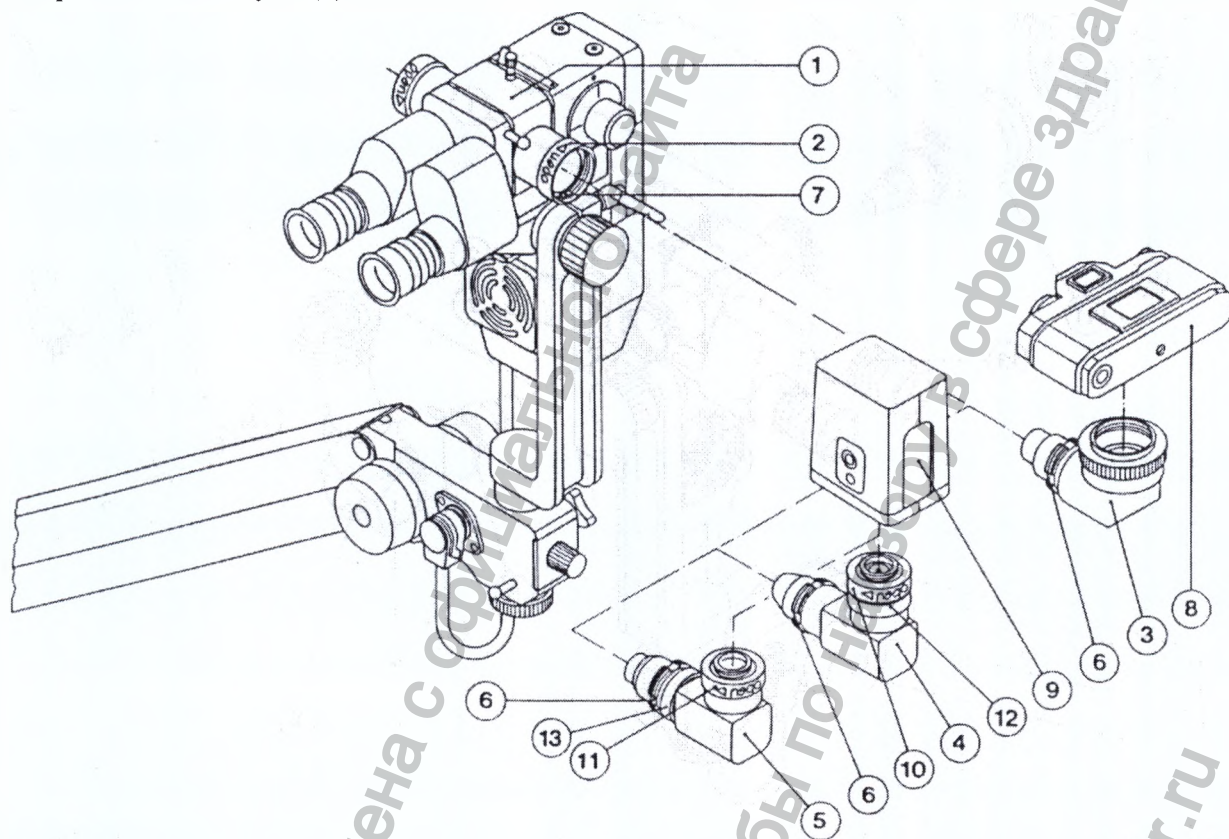

Рис. 15
16.0 Фототрубка с 35 мм камерой, TV-трубка с видеокамерой (CCD) (Рис. 15)
- Перед подсоединением фототрубки удалите крышку с расщепителя луча (1), поворачивая нарезное кольцо (2) в направлении “открыто”.
- Если трубки (фототрубка (3), TV-трубка $f=54\text{ mm}$ (4) или TV- трубка $f=80\text{ mm}$ и $f=145\text{ mm}$ (5)) вставлены, позаботьтесь о том, чтобы их направляющие пластины (7) попали в пазы (6).
- После того, как трубки будут вставлены, закрепите кольцо с резьбой (2).
- Установите 35 мм камеру (8) на фототрубку (3) (байонет - крепление)
- Навинтите до упора видеокамеру (9) на TV-трубку (4) или (5) (C-mount – крепление).
- (3) Рис. 15
- (8) Рис. 15
101.800-000 TV-трубка с диафрагмой f= 145 мм	(5) Рис. 15
101.800-000 TV-трубка с диафрагмой f= 80 мм	(5) Рис. 15
101.800-000 TV-трубка с диафрагмой f= 54 мм	(4) Рис. 15
Видеокамера, соединение C-mount	(9) Рис. 15